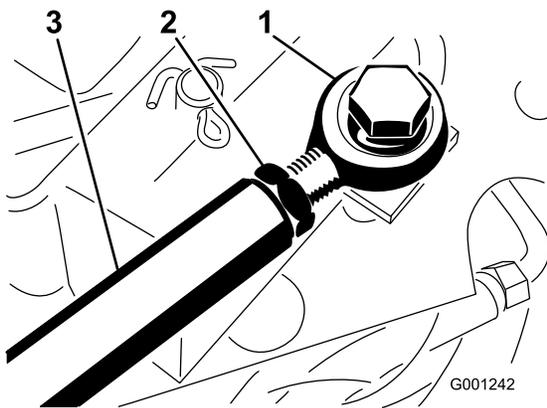

Figura 80
Se necessitar de fazer mais ajustes, ajuste a barra de tração (Figura 80) do seguinte modo:
2. Desaperte a porca de retenção que fixa a extremidade da barra à barra de tração (Figura 80).
4. Aperte a porca de retenção (Figura 80) e fixe a extremidade da barra ao pedal de tração com o parafuso e a porca retirados, para fixar o ângulo de bloqueio do pedal.